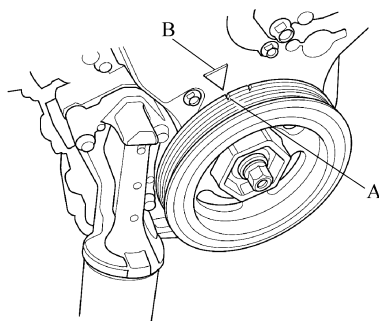

图 2-6 曲轴带轮对准标记
15) 转动曲轴带轮，使其白色标记(A)与指针(B)对准，见图 2-6。